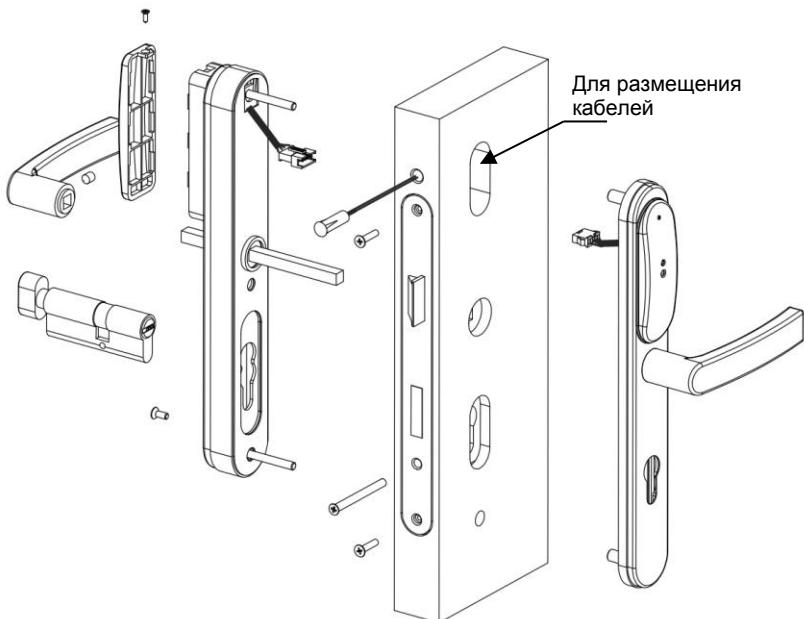

Рис. 9. Укладка кабеля
- Установите внешнюю накладку замка 1, и пропустите кабель 3 через отверстие в полотне двери (см. рис. 9)